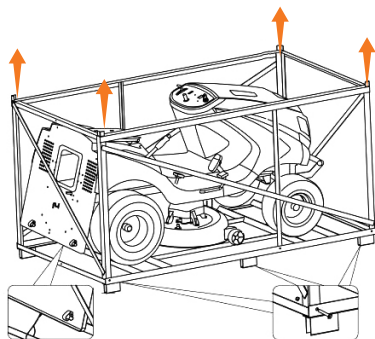

Рис. 3
- Перед распаковкой трактора открутите 6 крепящих болтов (Рис. 3), перережьте фиксирующий крепеж в передней и задней части рамы, вдвоем с помощником снимите раму и трактор с поддона. Извлеките все не закрепленные детали проверьте комплектацию.